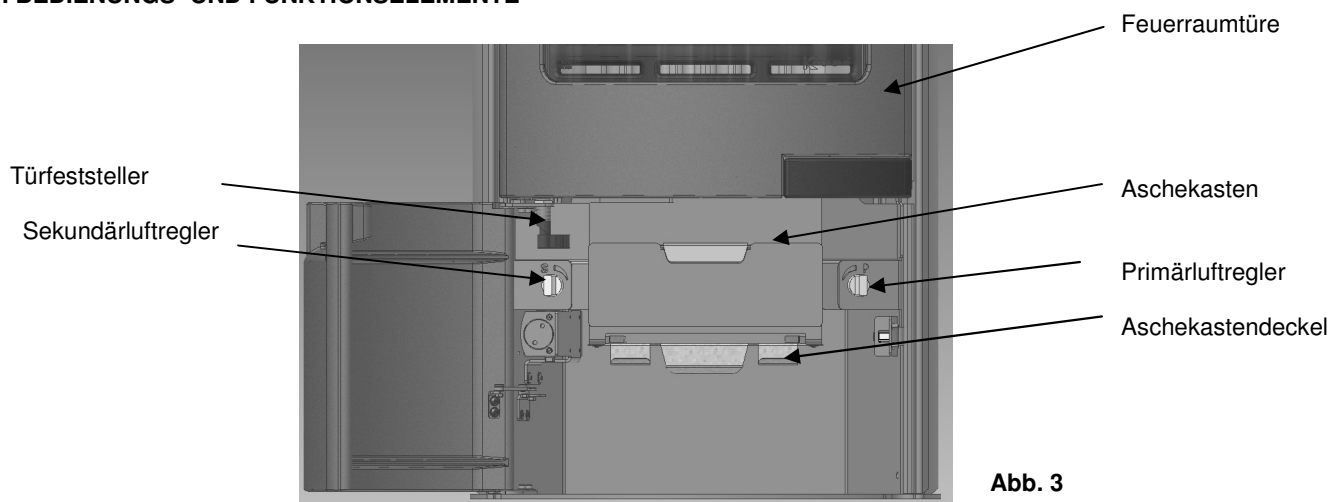

Abb. 3
Um ein leichteres Reinigen der Tür im kalten Zustand zu ermöglichen, ist im unteren Ofenbereich ein Türfeststeller (Abb. 3) eingebaut. Hierzu den Türfeststellhebel bei geöffneter Holzlege- u. Sichtfenstertüre wie im Bild dargestellt um 180° drehen. Nach erfolgter Reinigung ist die Tür etwas weiter zu öffnen und der Türfeststellhebel um 180° zurückzustellen
Der Kaminofen ist mit einem **Primärluftregler (P)** zur Feinluftregulierung ausgestattet, dieser befindet sich nach Öffnen der Holzlegetüre unterhalb der Feuerraumtür rechts (siehe Abb. 3).